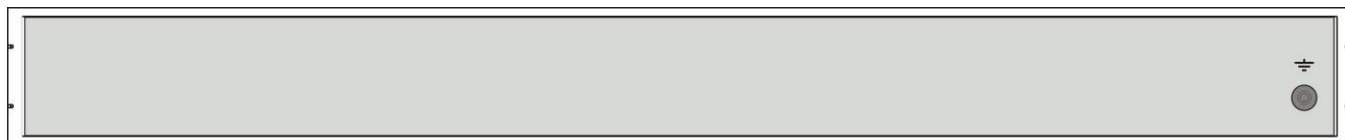

Рисунок 5 – Внешний вид задней панели TAU-72.IP.
3.2.3 После установки устройства необходимо заземлить его корпус. Это необходимо выполнить прежде, чем к устройству будет подключена питающая сеть. Заземление необходимо выполнять изолированным многожильным проводом. Правила устройства заземления и сечение заземляющего провода должны соответствовать требованиями ПУЭ. Клемма заземления находится в правом нижнем углу задней панели, рисунок 5.